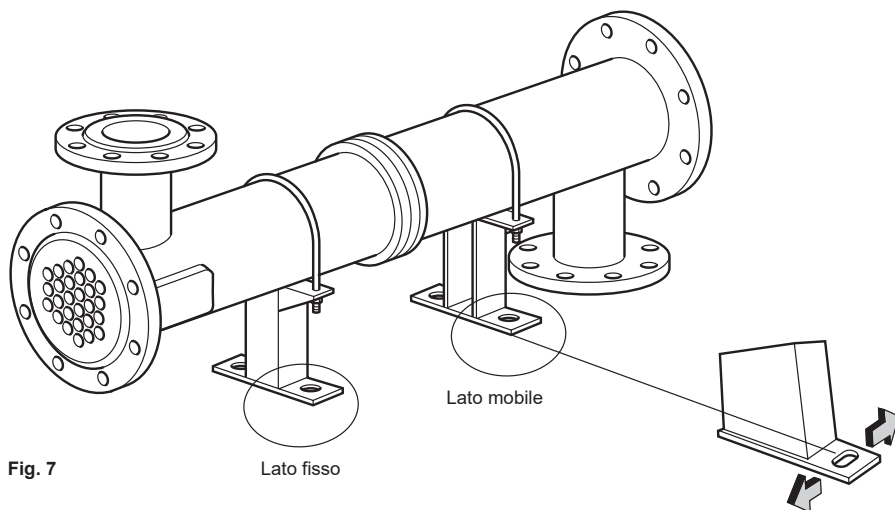

Fig. 7
4.6 Lasciare allentati i bulloni delle selle su un lato dell'unità, per consentirne l'espansione libera (Fig. 7)